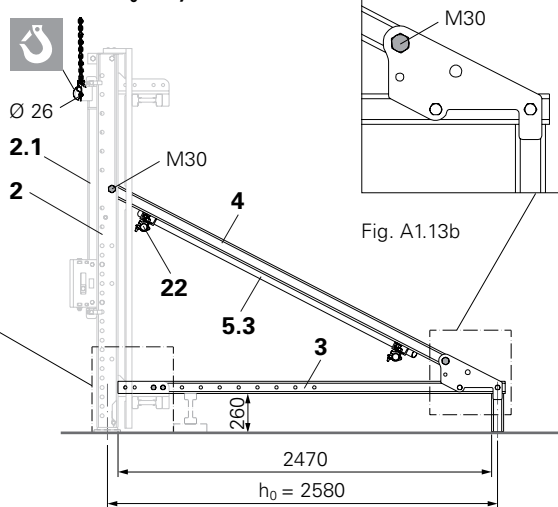

Fig. A1.13
- In base all'altezza h_0 prevista dal progetto varia la posizione delle viti M20 e M30 per collegare il montante verticale alla traversa e alla diagonale. (Fig. A1.13 / A1.14)
3. Fissare l'imbracatura della gru nel punto di attacco del puntone al carrello di traslazione SCS 250 (2.1) o alla traversa SCS 190 (1).
5. Fissare i montanti verticali (3) alla traversa (2) con viti e dadi M20 x 130. (Fig. A1.13 e A1.14a)
9. Posizionare i tubi perpendicolarmente ai montanti verticali. Fissare diagonalmente un tubo per impalcature (5.3) ai tubi orizzontali appena montati, utilizzando giunti orientabili (22). → Rinforzo. (Fig. A1.13 e A1.14)